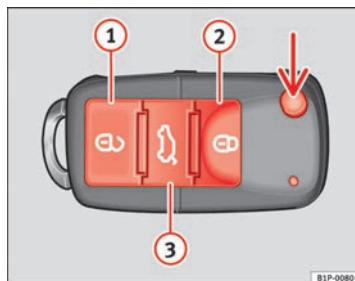

Fig. 46 Teclas de la llave con mando a distancia
Con la tecla ⇒ fig. 46 (flecha) del mando, se desbloquea el paletón de la llave.
Desbloqueo del vehículo [🔓] ⇒ fig. 46 (1).
Bloqueo del vehículo [🔒] ⇒ fig. 46 (2).
Desbloqueo del portón trasero. Pulse la tecla [🔓] ⇒ fig. 46 (3) hasta que todos los intermitentes del vehículo parpadeen brevemente. Al pulsar la tecla de desbloqueo [🔓] (3), dispone de 2 minutos para abrir el portón. Una vez transcurrido este tiempo se bloqueará de nuevo.
- Pulse la tecla  ② ⇒ fig. 46 del mando a distancia.
- Pulse la tecla  ① ⇒ fig. 46 del mando a distancia.